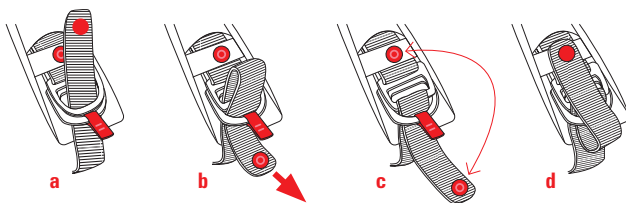

Figura 3
- Per allacciare il cinturino, inserirne un'estremità all'interno del sistema di anelli a doppia D seguendo le disposizioni indicate nella Figura 3, in seguito tirare il cinturino contro la propria gola. In seguito, per bloccare l'estremità libera del cinturino, premere il bottone finché un clic non sarà udibile.